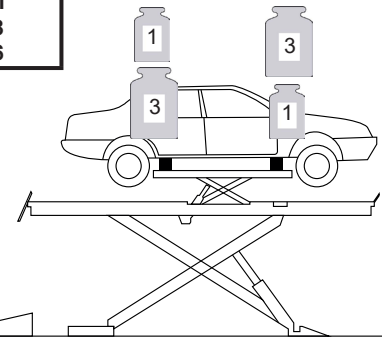

Fig.2c
- 1:3 o 3:1 (reversibile) (vedi Fig.2c)
- 1:3 o 3:1 (reversible) (vedi Fig.2c)